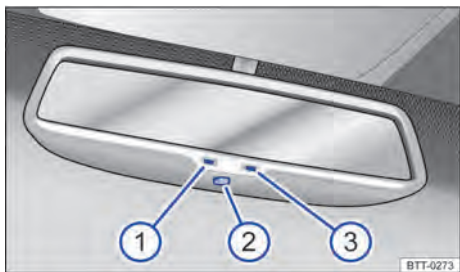

Fig. 70 No para-brisa: espelho retrovisor interno com antiofuscante automático.
Legenda para → Fig. 70:
- ① Luz de controle.
- ② Interruptor.
- ③ Sensor para reconhecer a incidência de luz por trás.
O antiofuscamento automático pode ser ligado e desligado com o interruptor no espelho retrovisor interno → Fig. 70②. Com o antiofuscamento automático ligado, a luz de controle → Fig. 70① se acende.
- Um sensor no lado que indica para o interior do veículo, que mede a incidência de luz por trás → Fig. 70③.